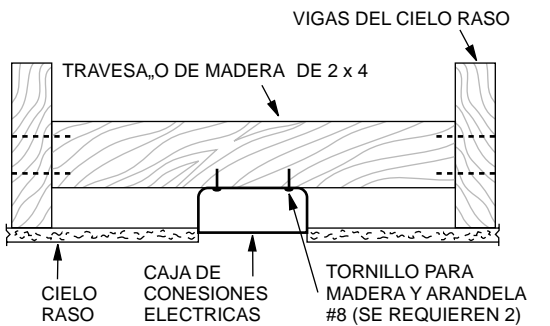

FIGURA 2
A. Instale una caja de conexiones metálica de 4" x 1 1/2" o de 4" x 1/2" en un travesaño de 2" x 4" entre dos de las vigas del cielo raso como se muestra en la Figura 2. La caja debe quedar un mínimo de 1/16" (1,6 mm) más alta que el cielo raso. Asegure la caja al travesaño taladrando dos agujeros pilotos no mayores que el menor diámetro de los tornillos (5/64") y use dos tornillos para madera #8 x 1 1/2" con arandelas.